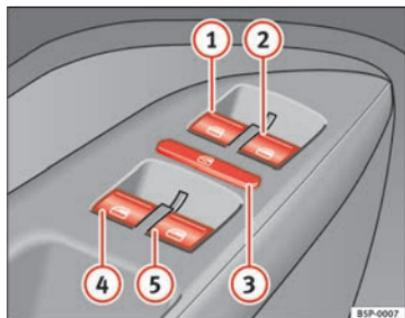

Fig. 68 Dettaglio della porta del conducente: interruttori dei finestrini anteriori e posteriori
I tasti ⇒ pag. 113, fig. 68 ① e ② hanno due livelli per l'apertura e due per la chiusura dei finestrini. In questo modo è più facile eseguire le operazioni di apertura e chiusura.